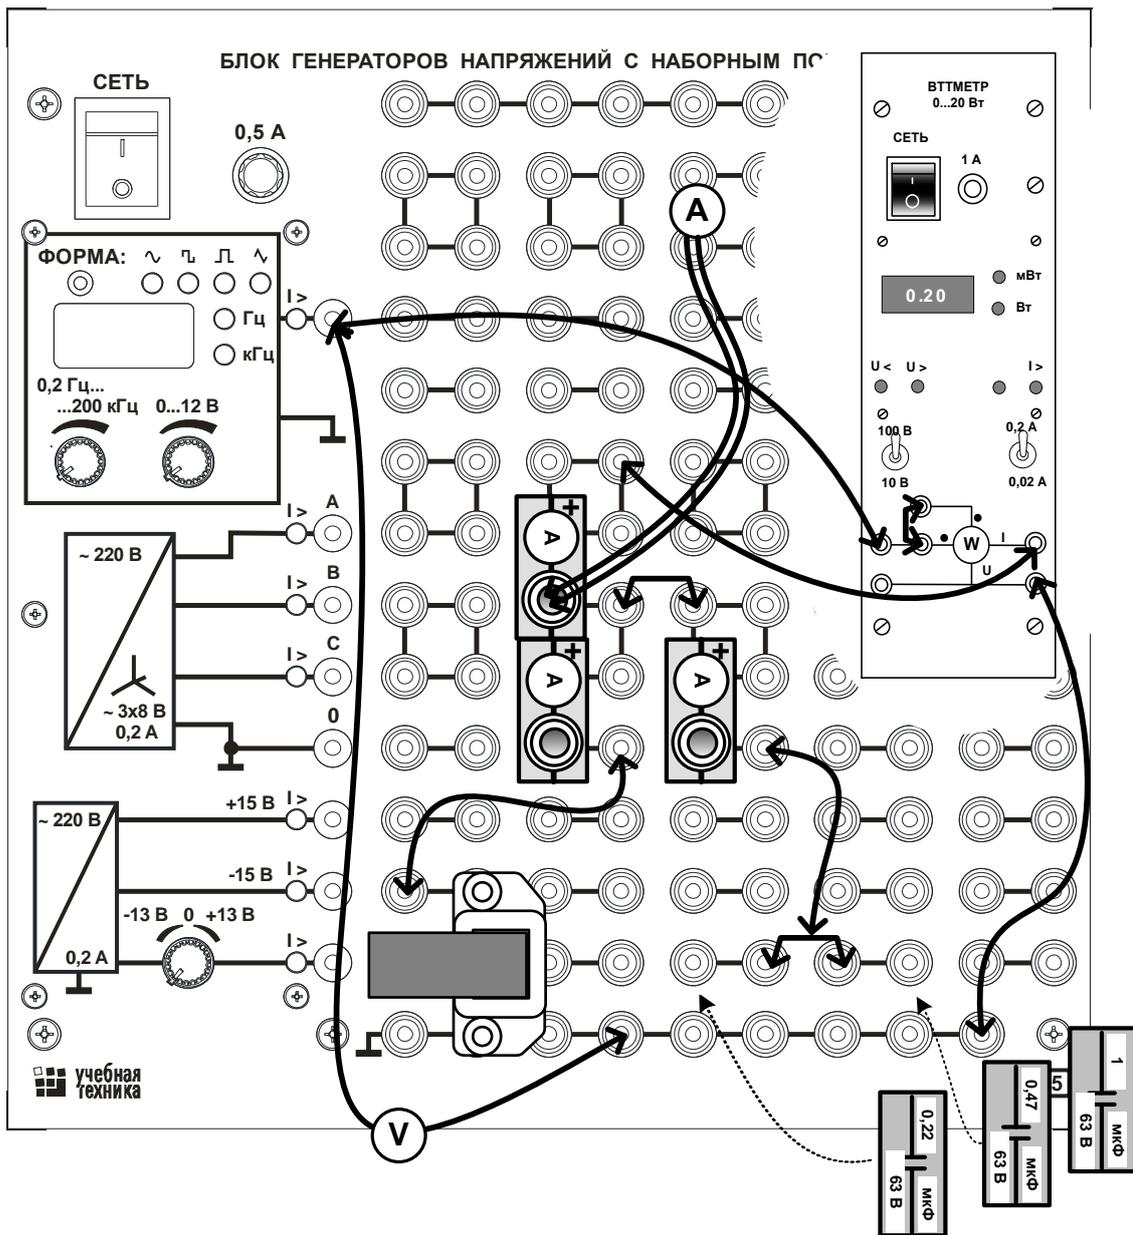

Рис.10.3
- Устанавливайте параллельно индуктивности поочерёдно различные конденсаторы как показано на рис. 10.3, измеряйте и записывайте в табл. 10.2 значения токов в трёх ветвях цепи.